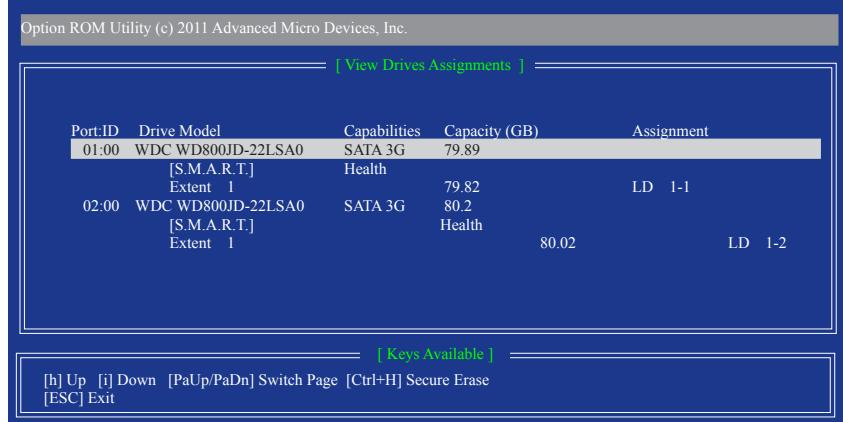

図 8
7. 図 8のメッセージが表示されます。<Ctrl>+<Y>を押してRAIDアレイの容量を設定するか、他のキーを押してアレイをその最大容量に設定します。